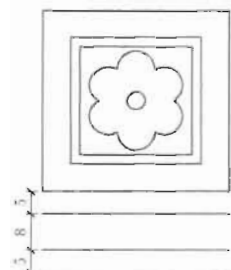

图 10-177
(8) 将外侧的矩形分解, 然后单击“修改”工具栏中的“偏移”按钮, 将其向下偏移, 偏移尺寸如图 10-177 所示。